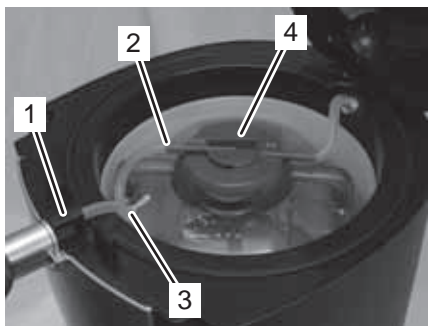

Fig. 43
15. Introduisez le bloc de verrouillage (Fig. 43/1) dans la cavité sur l'appareil.
16. Poussez l'extrémité dégagée du tuyau distributeur sur le raccordement de distribution « Beer Out » (Fig. 43/2).
17. Fixez le tuyau distributeur à l'aide de la manette (Fig. 43/3).
18. Réglez le bouton tournant (Fig. 43/4) sur la fonction « Open ».